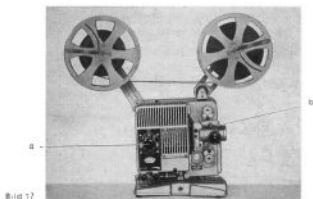

Bild 17
3. Hebel b (Bild 17) zum Öffnen des Filmkanals in Projektionsrichtung umlegen.
4. Bedienungsknopf a (Bild 17) in Achsrichtung drücken, nach links auf Rücklauf drehen. (Beim Spulen bleibt die Lampe abgeschaltet.)